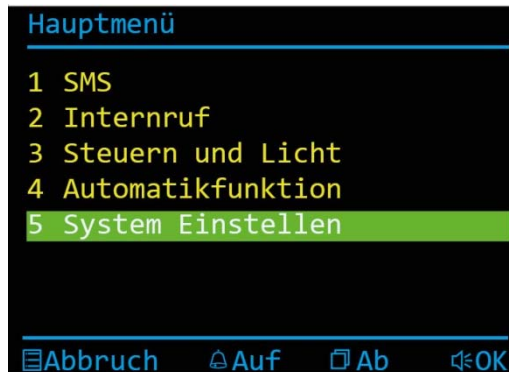

Abb. 10: Hauptmenü mit Menüpunkt Systemeinstellungen
- ▶ Drücken Sie die Bildtaste  oder die Ruf AUS-Taste  und wählen Sie den Menüpunkt *Admin Einstellen* aus (Abb. 10).